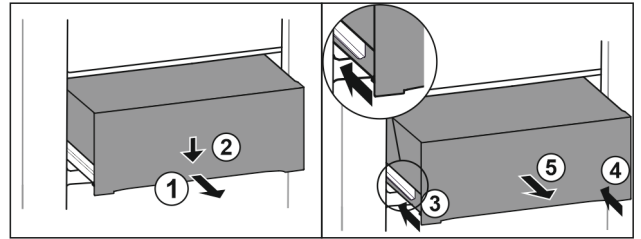

Fig. 91
- ▶ Estrarre il cassetto a metà. Fig. 91 (1)
- ▶ Premere il cassetto sul lato anteriore verso il basso. Fig. 91 (2)
- ▶ Spingere la guida sinistra di circa 2 cm verso l'interno. Fig. 91 (3)
- ▶ Spingere la guida destra di circa 2 cm verso l'interno. Fig. 91 (4)
- ▶ Rimuovere il cassetto tirandolo in avanti. Fig. 91 (5)